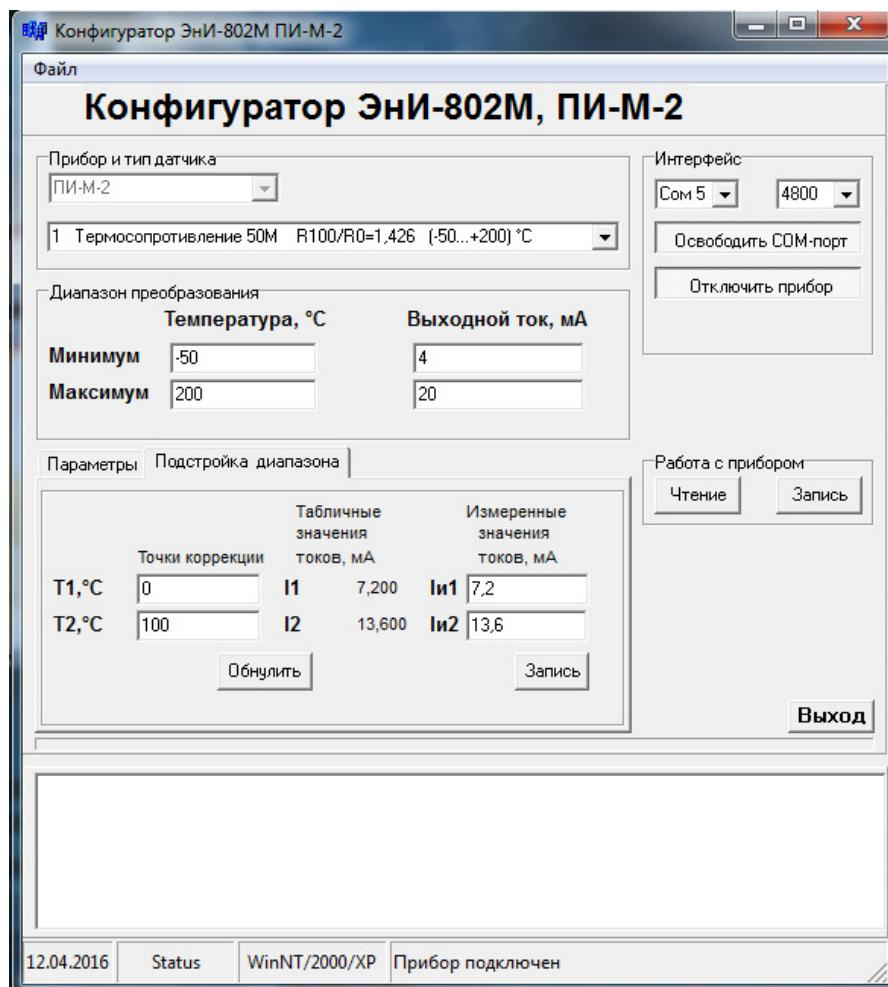

Рисунок 5 — Окно программы при подключенном ПИ-М-2
8.1.9 Нажмите на кнопку «Подключить прибор», если ПИ-М-2 исправен и подключение выполнено правильно, кнопка останется в нажатом состоянии, а надпись на ней сменится на «Отключить прибор». Одновременно станут активными кнопки «Чтение» и «Запись» в панели «Работа с прибором» и разблокируются панель «Диапазон преобразования» и вкладка «Подстройка диапазона» (см. рисунок 5).
8.3.5 Во вкладке «Подстройка диапазона» (см. рисунок 5) установить значение температуры двух точек T_1 и T_2 внутри диапазона измерения (поле «Точки коррекции»), в которых будет происходить подстройка. В полях «Измеренные значения токов» и «Табличные значения токов» отображаются токи I_1 и I_2 на выходе ПИ-М-2, которые должны соответствовать входным сигналам в случае идеальных первичных преобразователей.